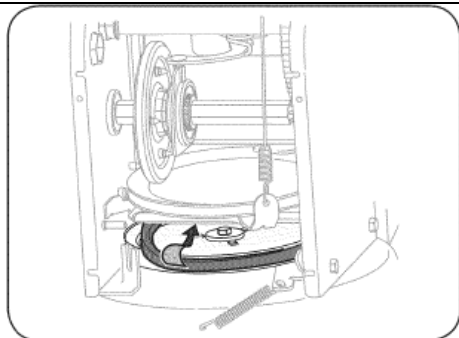

Рис. 28
7. Снимите ремень со шкива шнека и пропустите его между опорным кронштейном и шкивом шнека (См. Рис. 28).